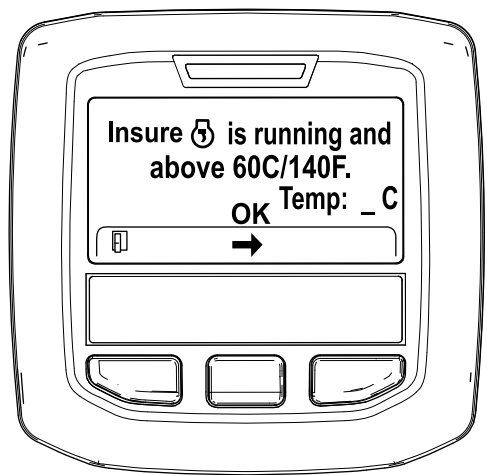

図 50
5. 冷却液の温度が 60°C (140°F) 未満の場合には、Insure is running and above 60C/140F” エンジン作動と冷却水を確認と表示される 図 50。